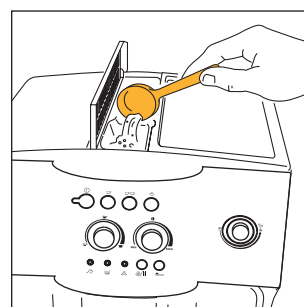

Fig. 19
2. Løft i midten af låget, kom en måleske formalet kaffe i tragten (fig. 19) og gå derefter frem som beskrevet i afsnit 5.